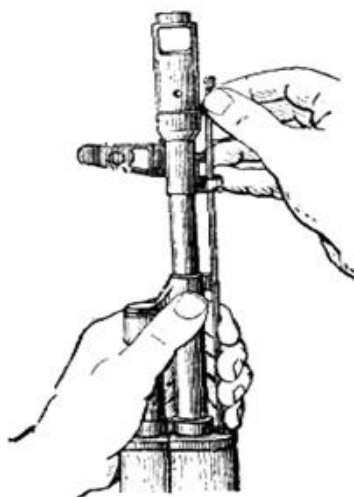

Рис. 23. Отделение шомпола
3) **Отделить шомпол**. Оттянуть конец шомпола от ствола так, чтобы его головка вышла из-под упора на основании мушки (рис. 23), и вынуть шомпол. При затруднительном отделении шомпола разрешается пользоваться выколоткой, которую следует вставить в отверстие головки шомпола, оттянуть от ствола конец шомпола и вынуть его.